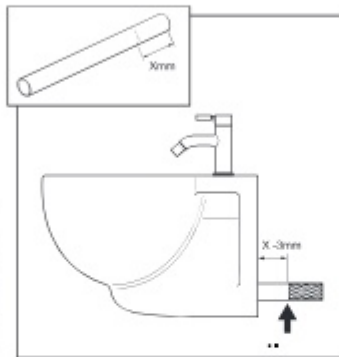

Рис. 14 / Сур. 14
14. Измерьте отмеченную длину «запасной» сливной трубы (X мм). Это измерение МИНУС 3 мм - длина сливной трубы, которая должна пройти от задней части биде до сливного колена (рис. 14). Отрежьте сливную трубу до нужной длины и удалите заусенцы.